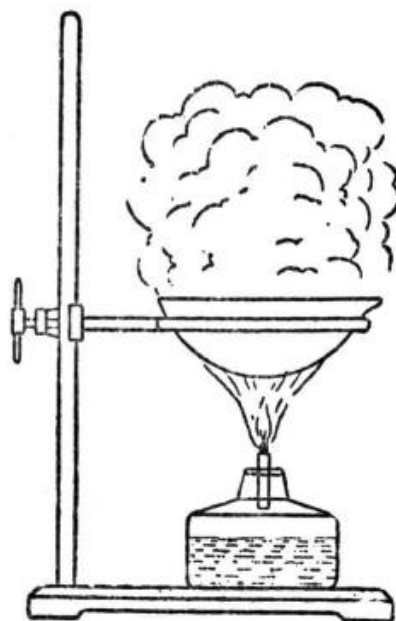

Рис. 135. Выпаривание в фарфоровой чашке.
6. Выпаривание жидкости можно производить на стеклянных или жестяных пластинках, а также в фарфоровых чашках (рис. 135).